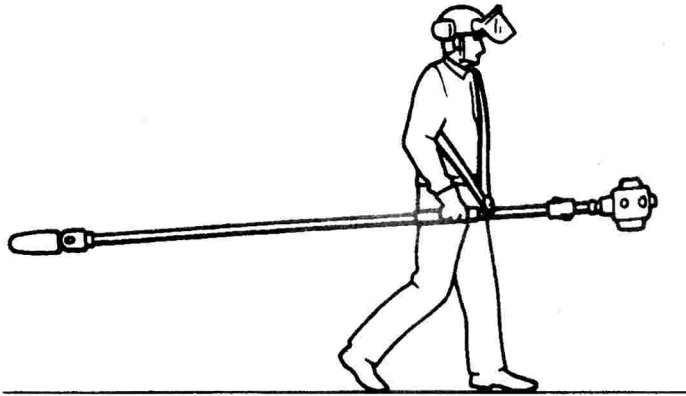

Imagen 1
- Cuando se transporte a mano, la cadena debe estar apuntando hacia atrás. Ver Imagen 1.